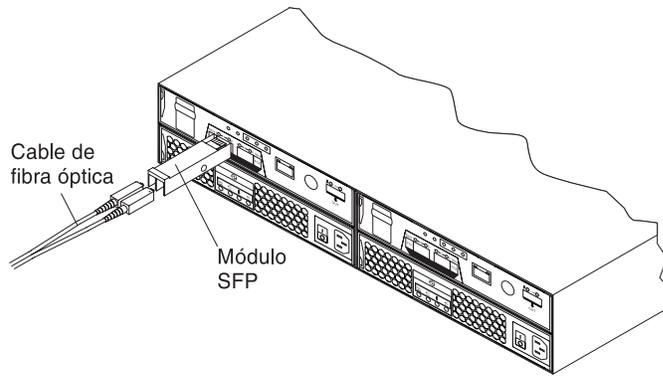

Figura 56. Instalación de un módulo SFP en el puerto de host
- d. Inserte el módulo SFP en el host hasta que oiga un chasquido, que indica que ha quedado bien encajado. Consulte la Figura 56 en la página 80.